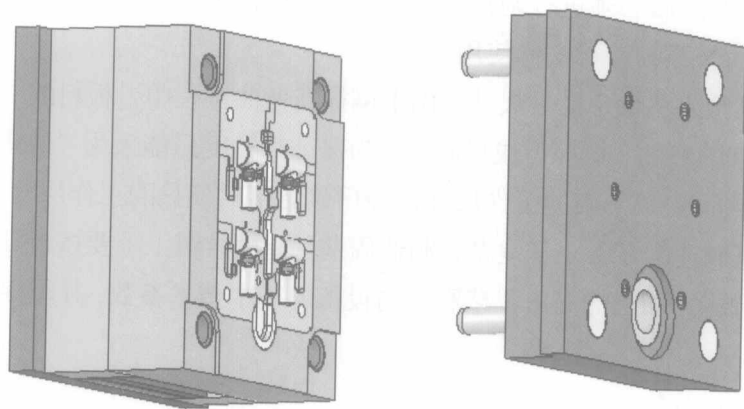

图1-12 压铸模的结构形式
③ 挤出成形模 将塑料放入挤出机的加料筒中,通过加热螺杆使塑料软化,在一定压力下挤出成形,然后在较低的温度下冷却定型。
④ 中空吹塑模 将管状坯料加热后置于模具型腔内,向管状坯料中注入压缩空气,使坯料膨胀贴紧型腔,然后冷却定型得到中空塑件。
2) 压铸模 若模具成形过程为:将熔化成液体的有色金属合金浇入压铸机的加料室中,用压铸机活塞加压,使金属液体经浇注系统压入模具型腔内,从而制成零件。则这一过程使用的模具称为压铸模。图1-12所示为压铸模的结构形式。